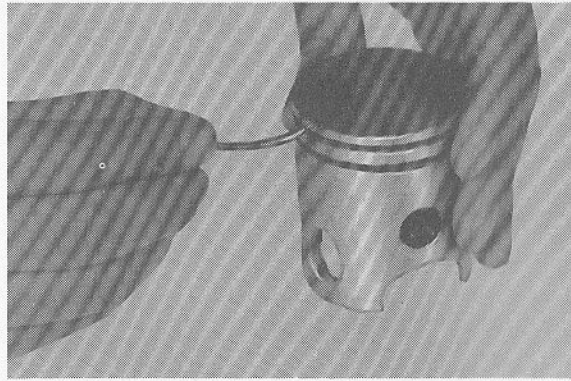

Fig. 3-3-11
3. Remove carbon deposits from ring grooves. (Fig. 3-3-11)
3. Enlever les dépôts de carbone des gorges de segment. (Fig. 3-3-11)